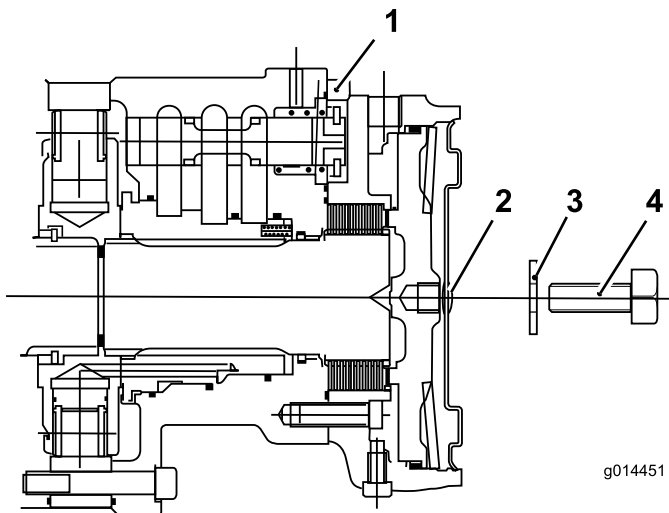

Bild 34
- Führen Sie eine Schraube (12 x 40 mm) und eine Unterlegscheibe (12 mm) durch das Loch in der Mitte der Motorendplatte (Bild 34).
- Ziehen Sie die Schraube im Gewindeloch des Bremskolbens an, bis sich die Bremse löst (Bild 34).